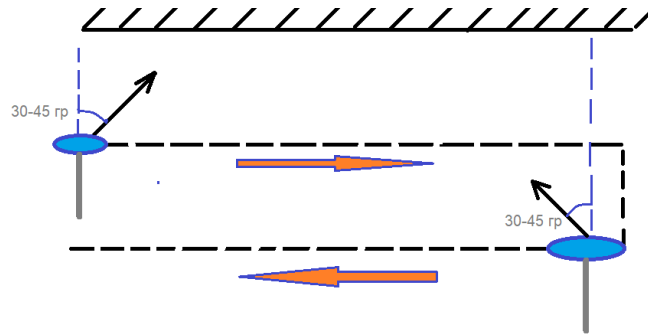

Рисунок 4.3.3
- Если точка расположена на плоскости стены, выполните съемку в два прохода с изменением расстояния до точки, выдерживая угол 30-45 градусов относительно осей движения в сторону плоскости стены (Рисунок 4.3.3).